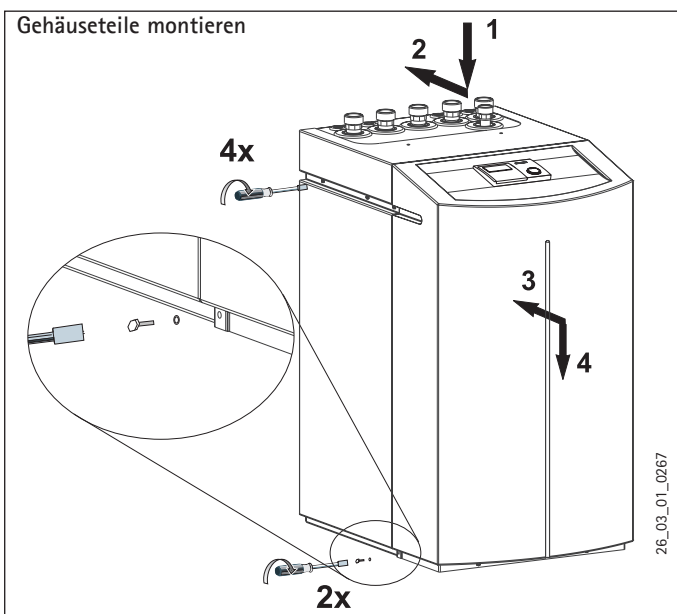

Abb. 4
- Beim Anbringen der Fronthaube muss diese, wie in Abb. 4 dargestellt, mit den Seitenwänden verschraubt werden (Schrauben und Zahnscheiben enthalten im Beipack).